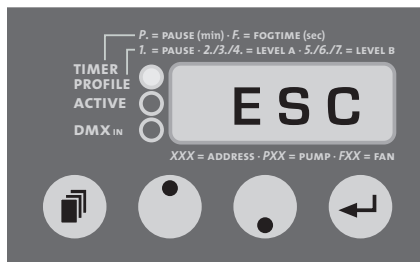

Abb. 9: Verlassen des Profils
- e) Zum Verlassen des Menüs drücken Sie die Mode-Taste so lange, bis auf dem Display „ESC“ erscheint (Abb. 9) und drücken dann die Enter-Taste [16]. Sie gelangen so wieder ins Hauptmenü.